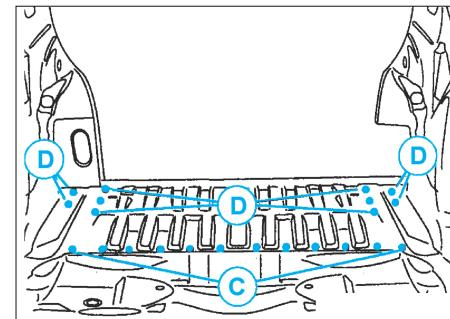
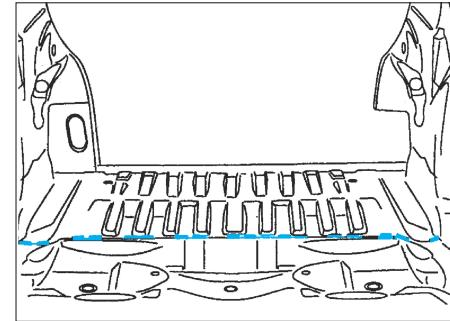

FIG. 157
FIG. 158
- Souder par points bouchons au MIG suivant (C) et meuler (Fig.157),
- par points électriques suivant (D) (avec l'équipement FA1),
- la coupe par cordon au MIG (Fig.158).